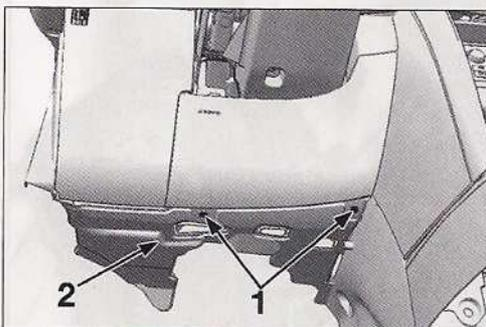

FIG. 10
- Desmontar las grapas (1) y desmontar el insonorizante debajo del salpicadero (2) (Fig.10).